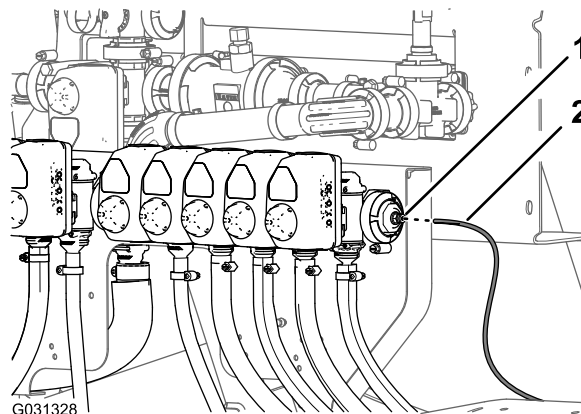

Figura 145
1. Allineate l'estremità del tubo di rilevamento della pressione (in plastica) per il manometro del cruscotto al collare di sicurezza per l'accoppiatore del tubo (Figura 145).
2. Inserite il tubo di rilevamento nel collare di bloccaggio fino a quando il tubo non è completamente in sede (Figura 145).